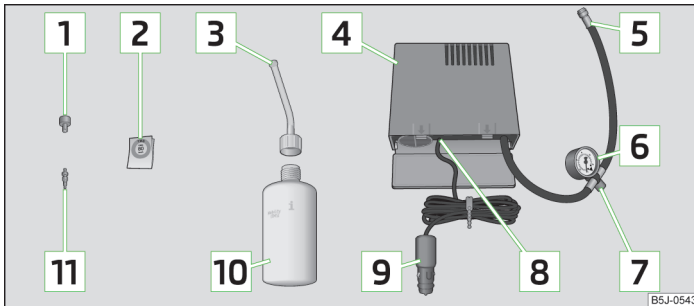

Abb. 148 Bestandteile des Pannensets
- Den Aufkleber **2** » Abb. 148 auf Seite 193 auf die Schalttafel im Sichtfeld des Fahrers kleben.
- Die Reifenfüllflasche **10** » Abb. 148 auf Seite 193 einige Male kräftig hin und her schütteln.
- › Den Reifenfüllschlauch **5** » Abb. 148 auf Seite 193 des Luftkompressors fest auf das Reifenventil schrauben.